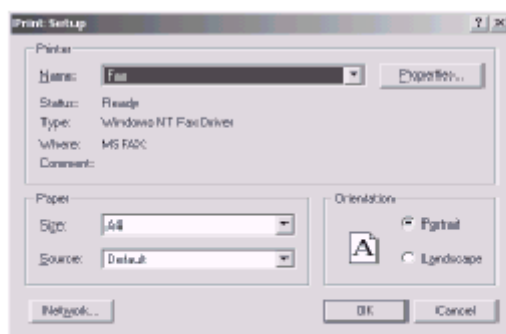

Fig. 6-3 Cuadro de Diálogo de Configuración de Impresión
1. Seleccione y haga clic en la opción **System Print**, y aparecerá un cuadro de diálogo como en la Fig. 6-3.